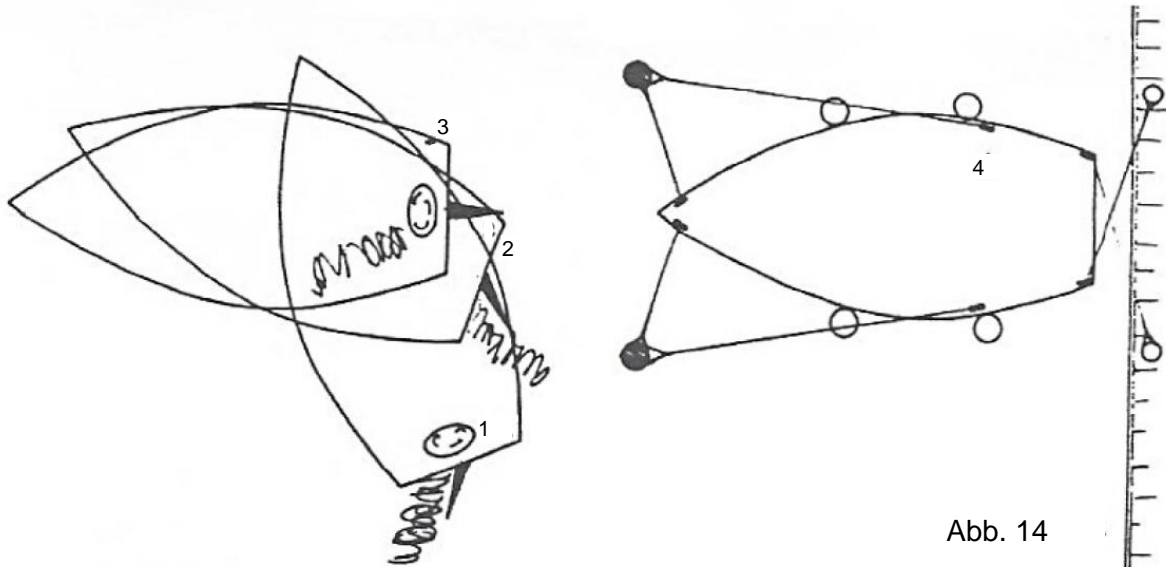

Abb. 14
5.2. Rückwärts in die Box (Abb. 14, 1 - 4)